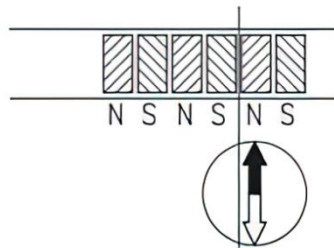

图 5-1: 极位的确定，切割磁条
- 3: 如果有必要，使用罗盘针确定磁条上磁极的位置(见图 5-1)；